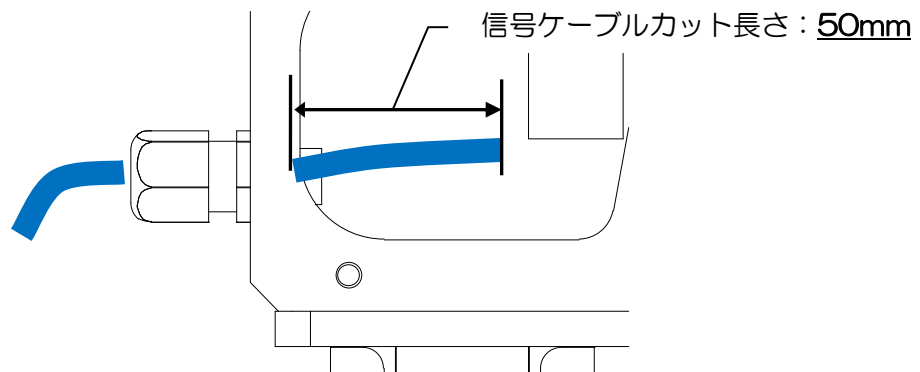

図 17. 信号ケーブル長さ出し
- ③ 信号ケーブルをケーブルグランドに通し、給電ケーブルを基準にして長さを調節し、ハウジングから 50mm の長さの位置でカットします。(図 17 参照)